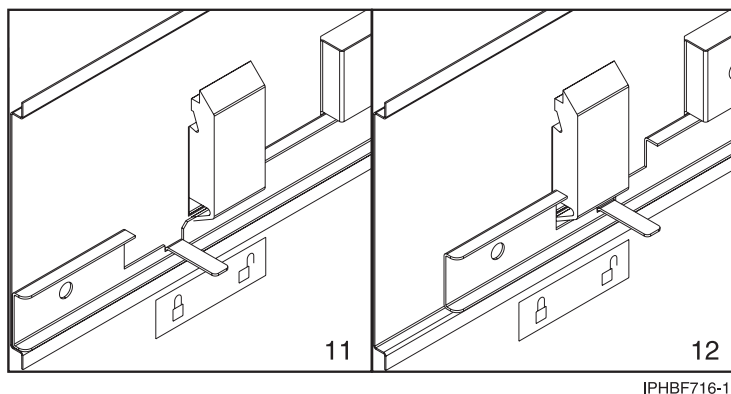

図 56. カバー・パネルへのロック/アンロック・ステッカーの貼付
- e. カバー・パネルの内側にロック/アンロック・ステッカーを付け、77 ページの図 56 に示すように、スライド・バーがロック位置にあるときは、タブがロック状態を示すシンボルの上に来て (11)、スライド・バーがアンロックされたときはアンロック・シンボルの上にくるようにします (12)。